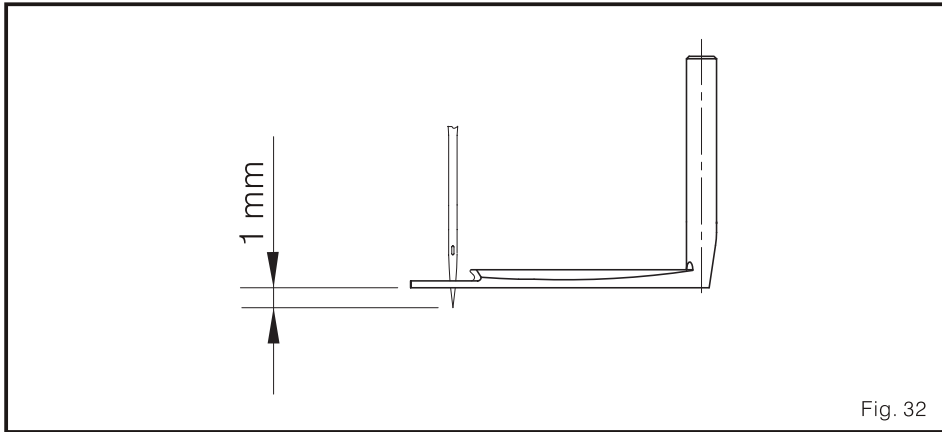

Fig. 32
- (1) Altura: Quando a barra agulha no ponto morto superior, a gorjeta da agulha esquerda deve exceder a altura do distribuidor por 1 mm. (Fig.32)